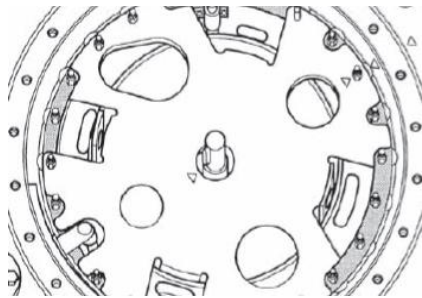

图 26
(5) 安装开关头前，先擦净密封面(开关头下沿，安装法兰)。在安装法兰(附录8)上铺放耐油密封垫。
(6) 把分接开关头安放到安装法兰上，注意两个定位钉的位置和支撑法兰与开关头上的标记(图26)。这两个标记对正就可保证开关头安装位置正确。根据最终高度的不同，有载开关头和支撑法兰之间要留出5-20mm的间隙。
(7) 用吊具轻轻吊起分接开关，一定确保支撑法兰的所有螺杆在开关头的固定孔中都能轻松滑动。用24个M8螺母将开关头固定到安装法兰上，扭紧力矩15-20Nm。
(8) 用24个M12螺栓将开关头固定到安装法兰上。
c、切换开关芯子支撑板上和分接开关头上的校正标记(红三角)(图 26)一定要相互对正。